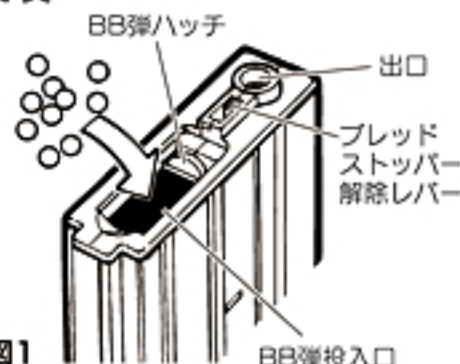

図1 BB弾投入口
① BB弾ハッチを開け、BB弾を入れます。約300発入ります。(ムリに押し込まないでください。)
② BB弾ハッチを閉めます。
■撃ち終わった後、導管に残った弾はマガジンを逆さまにして、図1の解除レバーを引くことによって出すことができます。
③ BB弾投入口を上にして、底部のギアを矢印の方向へいっぱいまでまわします。BB弾が図1の出口まで上がってきている事を確認します。ギアをまわし続けると、ジージーという音がカチッカチッと音に変化します。これで準備OKです。(BB弾が少量しか入っていない場合はカラ回りするだけです。)
① Open the BB bullet hatch and insert BB bullets. The magazine can contain about 300 bullets. (Avoid pressing bullets into the magazine using excessive force.)
② Close the BB bullet hatch.
③ Hold the magazine with the BB bullet entrance faced upwards and turn the gear at the bottom all the way to the direction of arrow. It is fully turned when ji-ji sounds change to click-click sounds. (The gear turns without load if only a limited number of bullets exists.) Check that BB bullets are moved up to the exit shown in Fig.1 and then insert the magazine into the rifle.